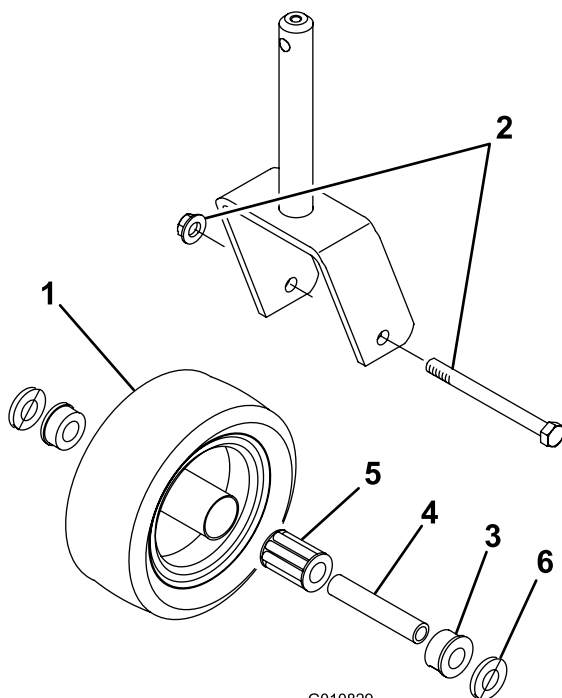

Bild 22
1. Entfernen Sie die Sicherungsmutter von der Kopfschraube, mit der das Laufrad an der Gabel befestigt ist (Bild 22).
3. Ziehen Sie die Spannbüchse aus der Radnabe (Bild 22).
9. Drücken Sie die andere Büchse in das freie Ende der Radnabe, um das Lager im Inneren der Radnabe zu halten (Bild 22).